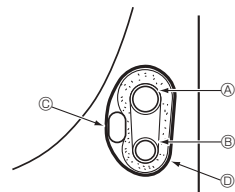

Fig. 4-5
4.4.1. Lagring i rørsystemrommet i enheten (Fig.4-5)